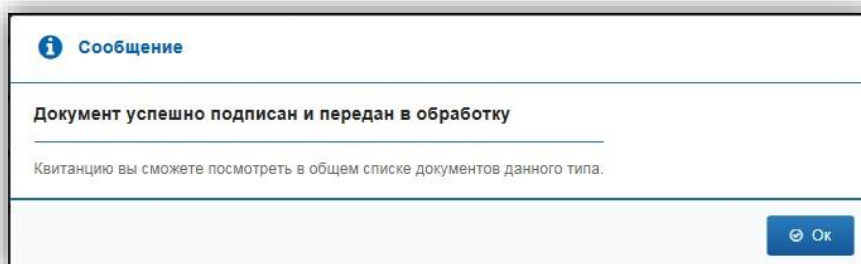

Рисунок 179 – Документ успешно подписан и передан в обработку
– В информационном сообщении нажмите кнопку «Ок», чтобы закрыть его (рис. 179).